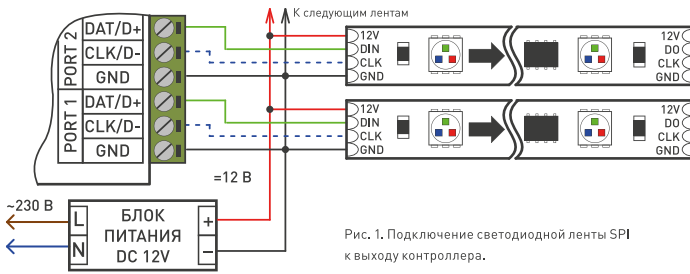

Рис. 1. Подключение светодиодной ленты SPI к выходу контроллера.
- 3.2. Подключите светодиодную ленту SPI к выходу контроллера согласно схеме (Рис. 1). Если у используемой светодиодной ленты только один провод управления, выход CLK контроллера не используется.